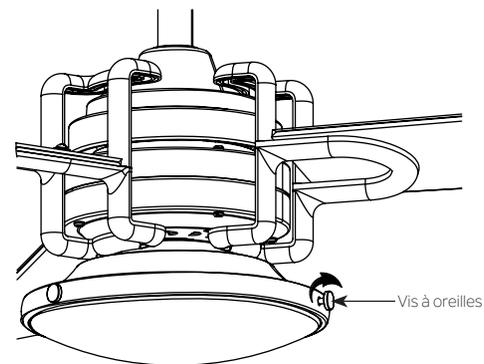

Fig. 24
Étape 5. Serrez fermement avec 3 vis à oreilles uniquement à la main pour éviter d'endommager le verre. (Fig. 24)